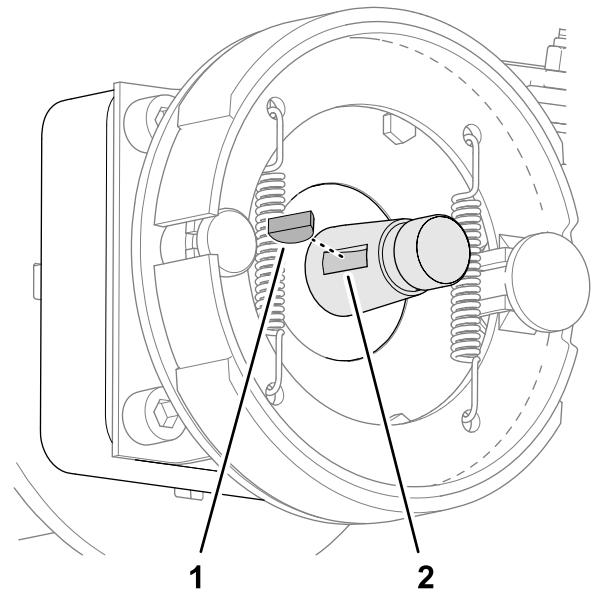

図 85
2. ホイールモータのシャフトに半月キーを取り付ける図85。